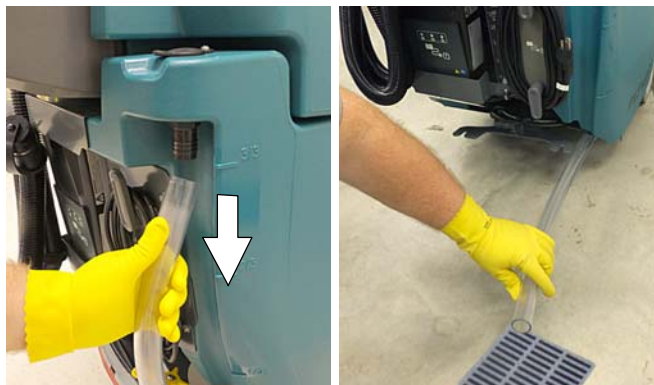

ABB. 48
2. Um das Restwasser aus dem Lösungstank abzulassen, ziehen Sie den Füllstandsschlauch des Lösungstanks aus der Zubehörschiene (Abbildung 48). Verbinden Sie den Schlauch nach dem Entleeren des Tanks wieder fest mit der Zubehörschiene.